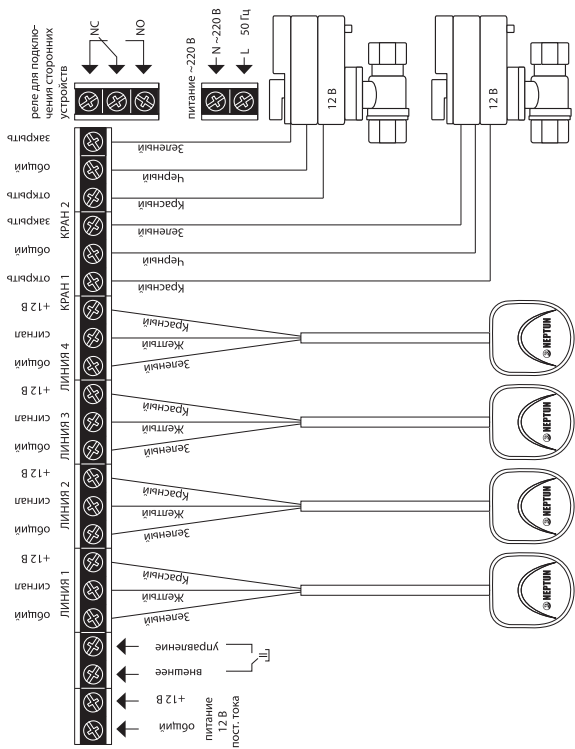
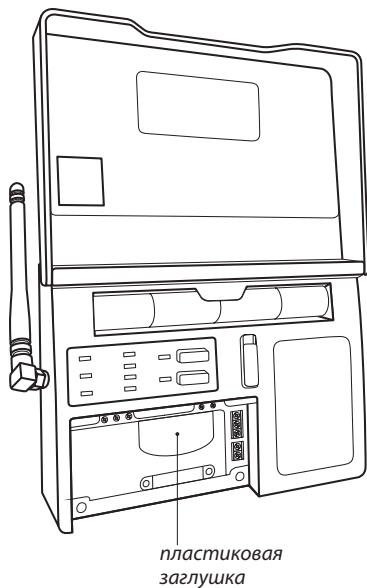

Рис. 5. Схема подключения кранов шаровых с электроприводом серии Neptun Bugatti Pro 12 В к модулю управления Neptun ProW+ WiFi
Рис. 6. Вид модуля управления Neptune ProW+ WiFi с открытой крышкой коммутационного отсека
Модуль управления Neptun ProW+ WiFi (см. рис. 5) имеет:
Подключение прибора к сети электропитания переменного тока производите в строгом соответствии со схемой подключения (рис. 5), которая изображена на внутренней стороне крышки прибора.
3. Откройте крышку коммутационного отсека (рис. 6).
4. Выполните подключение проводных датчиков серии SW, проводов электропитания и кранов с электроприводами в соответствии со схемой на рис. 5. При необходимости, для ввода проводов в коммутационный отсек удалите пластиковую заглушку, расположенную в нижней части корпуса прибора при помощи отвёртки (рис. 6, 7).
Для этого, подключите выносной выключатель к соответствующим клеммникам модуля управления (см. рис.5).